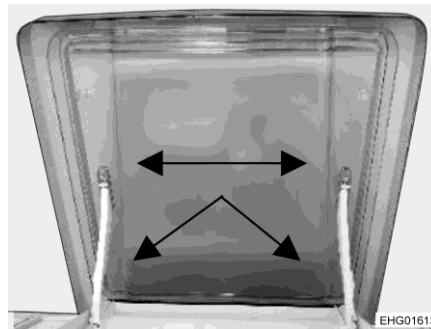

Fig. 133 Oblò VisionStar
- È possibile rimuovere l'oblò per pulirlo. A tale scopo, rimuovere con attenzione le copiglie di plastica (Fig. 133, frecce).